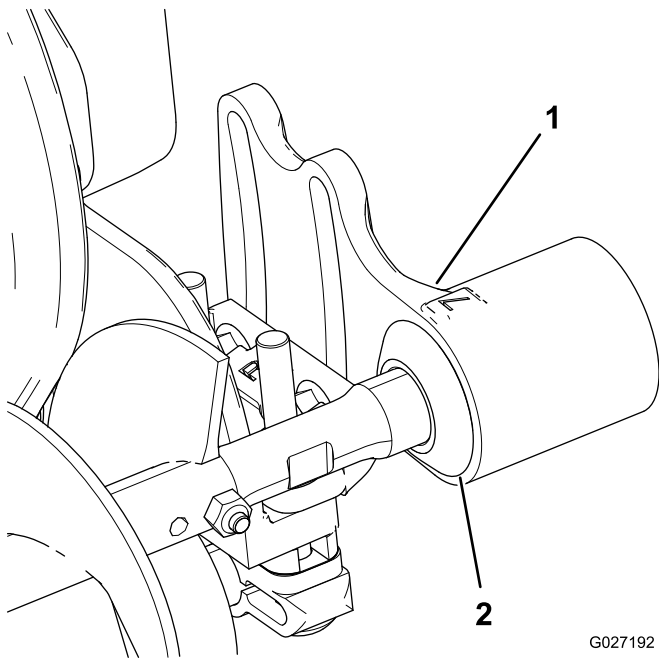

Figure 10
1. Faites glisser chaque joint d'étanchéité vers l'extérieur jusqu'à ce qu'il soit légèrement en contact avec chaque logement de roulement (Figure 10).